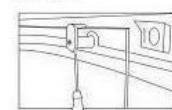

Рис.5
**Стеклянные двери.** Стеклянные двери изделия представляют собой раздвижную конструкцию; герметичность дверей обеспечивается за счет магнитного уплотнителя. Двери открываются и закрываются без усилий. Пожалуйста, не открывайте и не закрывайте двери с усилием во избежание повреждения кабины. В случае возникновения затруднений при открывании-закрывании дверей, смажьте направляющие роликов (нижний и верхний профили) силиконовой смазкой и отрегулируйте верхние ролики (рис.5).